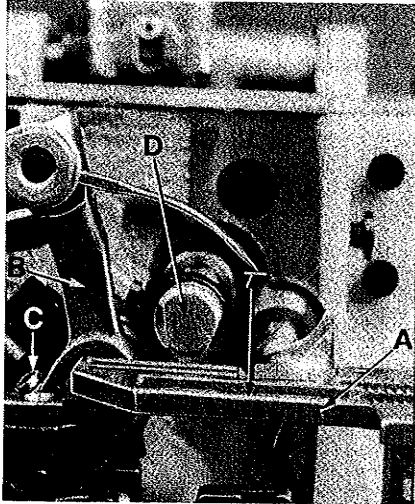

Fig. 3
With throat plate assembled in position, needle should center in the front-end of needle slot. When needle is at its highest position, needle point should be set between $17/34 - 35/64$ inch (13,5 - 14 mm) above the throat plate (A, Fig.3). For this adjustment gauge G 21227 F can be advantageously used. To align the needle or to set the height above the throat plate, move needle driving arm (B, Fig.3) by loosening clamp screw (C). Remove throat plate.
Bei eingebauter Stichplatte soll die Nadel mittig im vorderen Teil des Stichloches einstechen. Wenn die Nadel in ihrer Höchststellung ist, muß die Nadelspitze zwischen 13,5 bis 14 mm über der Stichplatte stehen (A, Fig.3). Zur Einstellung kann die Nadelhöhen-Einstellehre G 21227 F verwendet werden. Zum Ausrichten der Nadel oder zum Einstellen der Höhe über der Stichplatte, lösen Sie die Schraube (C, Fig.3) und verdrehen und/oder verschieben den Nadelhebel (B) entsprechend. Entfernen Sie die Stichplatte.
If resetting is necessary, do it by shifting the upper looper holder (D, Fig. 3) in its shaft to the right or to the left.
Ist ein Nachstellen notwendig, wird es durch Verstellen des Obergreiferhalters (D, Fig. 3) in der Obergreiferstange nach rechts oder links vorgenommen.